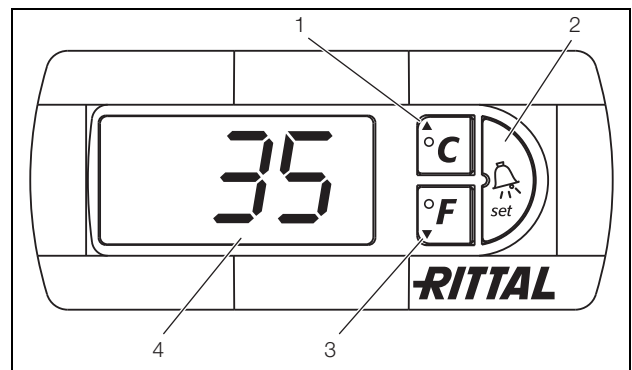

Bild 19: e-Comfort controller
e-Comfort controllern har en 7-segmentsdisplay (bild 19, nr. 4). Efter att strömförsörjningen kopplats in visas den aktuella mjukvaruversionen och det aktiverade Eco-mode under de första 2 sekunderna. Därefter förinställda tillval (t.ex. t10) eller temperaturen.
Programmering av apparaten görs via knapparna 1–3 (bild 19). Parametrarna för detta visas likaså på displayen.
- Tryck samtidigt på knapparna 1 och 2 (bild 19) i minst 5 sekunder.
Med knapparna 1, 2 och 3 (bild 19) kan du ändra 24 parametrar inom angivna områden (minimivärde, maximivärde).